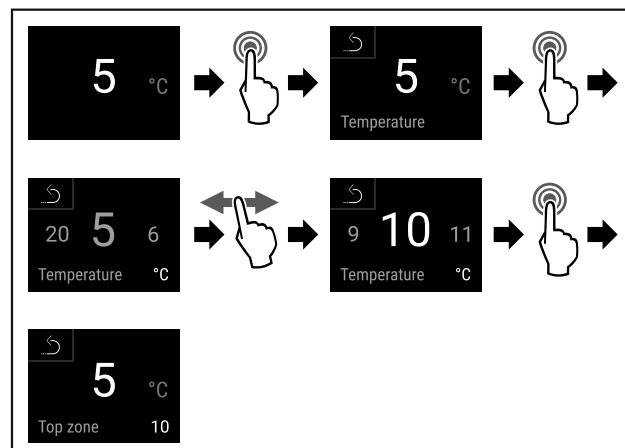

Fig. 67
- ▶ Провести етапи операцій (див. Fig. 67).